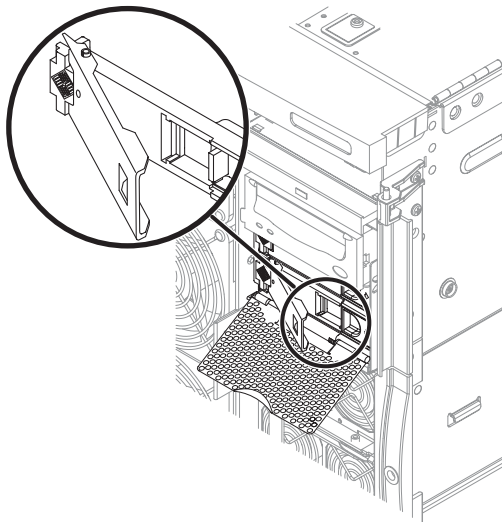

図 5-3 ハードディスクドライブの取り出し
8. ドライブハンドルを引き出して、ドライブをシステムから切り離します (図 5-3)。